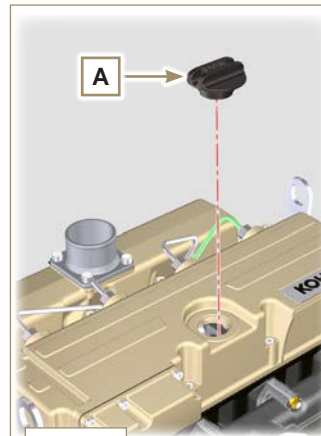

Fig. 6.1
- 1 - Desenrosque el tapón de repostado del aceite **A** (Fig. 6.1).